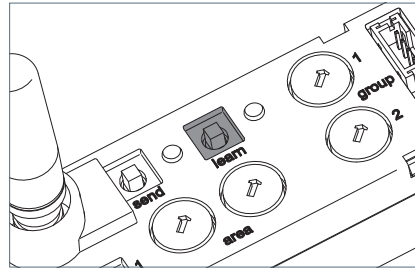

Fig. 21: Taste „learn“
- ▶ Drücken Sie die Taste „learn“ und halten Sie die Taste zwei Sekunden gedrückt, siehe Fig. 21.